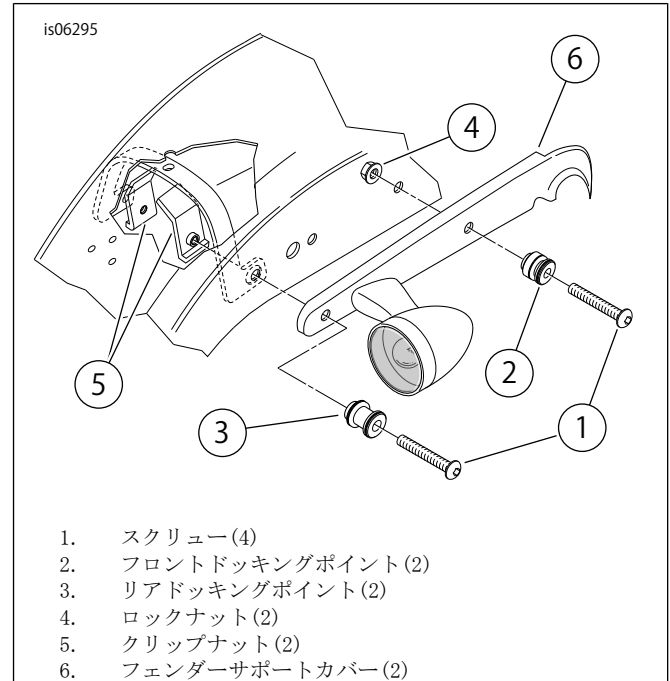

図1。リアフェンダーサポート
1. 「図1」を参照。リアフェンダーサポートカバー(6)からフロントスクリュー(1)とロックナット(4)を取り外す。スクリューを廃棄する。ストックロックナットを廃棄する。